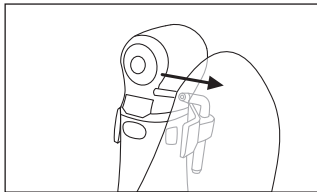

図14
- 3 注水ノズルの内側に引っ掛かる形状があるので、注水ノズル先端を指で押して引っ掛かりを取り外してください。(図14)